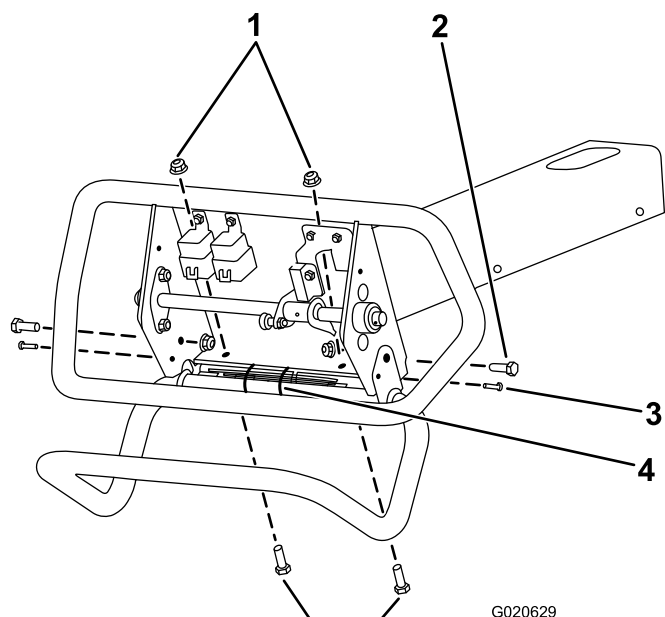

Figura 5
1. Alinhe os furos do manípulo com os furos na estrutura (Figura 5).
- Monte sem apertar os 2 pernos com cabeça sextavada (n.º 10-24 x 3/4 pol.) através do manipulador, furos da estrutura e cobertura de controlo (Figura 5).
- Prenda o manipulador à estrutura utilizando os 4 pernos com cabeça sextavada (3/8 x 1 pol.) e as 4 porcas flangeadas Figura 5.
- Retire os 4 pernos com cabeça sextavada (n.º 10-24 x 3/4 pol.) que montam a cobertura na estrutura (Figura 5).
- Instale as duas braçadeiras que prendem as cablagens à estrutura (Figura 5).